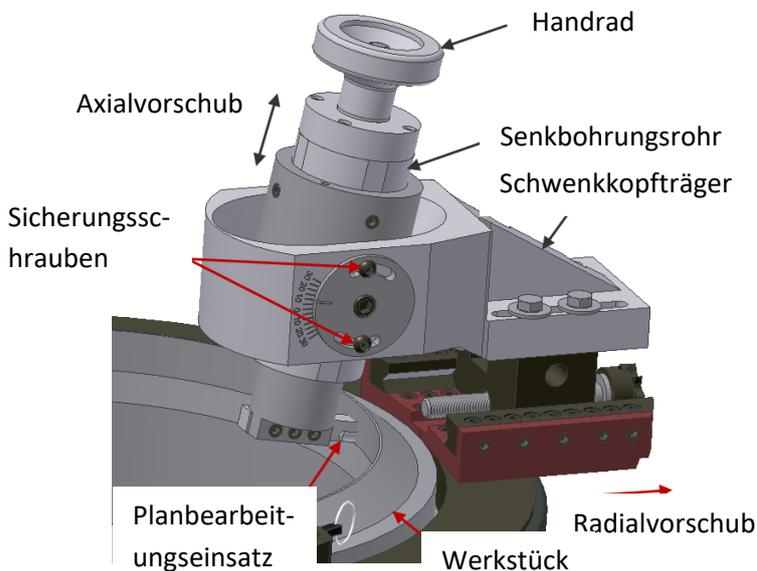

Abbildung 13
2. Den Planbearbeitungseinsatz in die Senkbohrungsstange einführen. Die Schneidseite des Einsatzes sollte den Stellschrauben in der Stange zugewandt sein (siehe Abb. 13). Die Niederhalterschrauben lockern und die Senkbohrung schwenken, dem gewünschten Senkbohrungsprofil entsprechend. Die Niederhalterschrauben anziehen. Die Höhe des Senkbohrungsrohres einstellen und arretieren (mit den Stellschrauben an der Anflächung des Senkbohrungsrohres). Unter Verwendung des Sternradschlüssels und des Handrads den Senkbohraufsatz am Rand der Innenwand der Werkstücke positionieren.